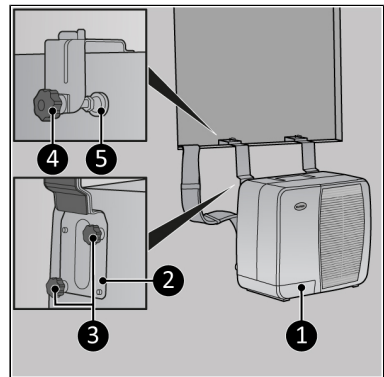

Abbildung 39.
1. Befestigen Sie die unteren Caravan-Halterungen (Abbildung 39, Pos. 2) an der Außeneinheit (Abbildung 39, Pos. 1) indem Sie zwei Schraubkappen pro Halterung (Abbildung 39, Pos. 3) festziehen.
2. Hängen Sie das Außengerät (Abbildung 39, Pos. 1) an das gewünschte Fenster und stellen Sie sicher, dass das Innengerät sicher auf einem Tisch steht.
3. Ziehen Sie die Einstellschraube (Abbildung 39, Pos. 4) pro Halterung fest. Stellen Sie sicher, dass der Stoßfänger (Abbildung 39, Pos. 5) vertikal platziert ist.